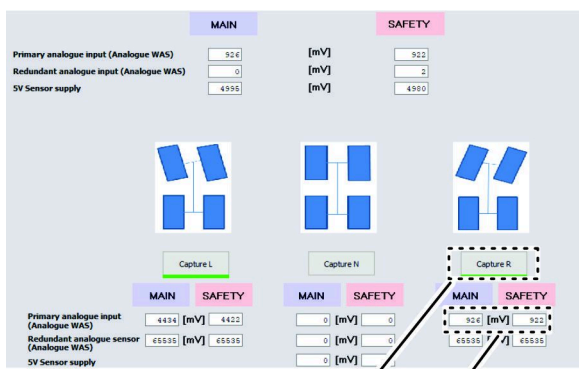

図 149
6. キャプチャーRアイコンをクリックします (図 149)。